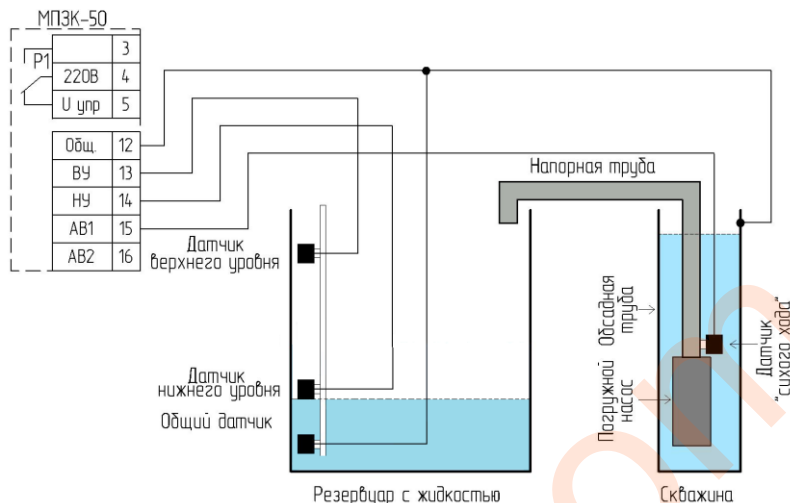

Рис.2 Включение электродвигателя в режиме работы «датчик уровня»
- 1) при уровне жидкости в резервуаре ниже датчика нижнего уровня происходит автоматическое включение электродвигателя насоса для подачи жидкости в резервуар (см. Рис.2);